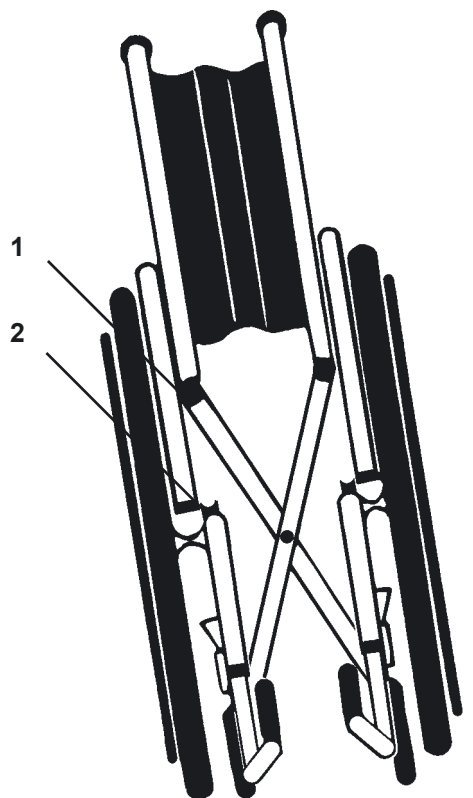

Fig. 1
Basculer le fauteuil vers vous suffisamment pour enlever le poids de la roue opposée (Fig. 1). Pousser avec la paume de la main sur le rail du siège (1) le plus proche de vous jusqu'à ce que le fauteuil soit entièrement ouvert. Remettre le fauteuil en position verticale sur ses quatre roues. Terminer la procédure d'ouverture en se tenant devant le fauteuil, en plaçant les paumes des mains sur les deux rails du siège et en appuyant pour s'assurer que le rail du siège se place dans les supports (2).